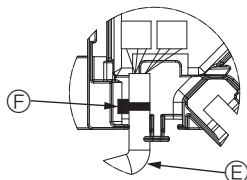

Fig. 10-10
- Montați banda de fixare a cablului motorului vanei panoului în cutia de distribuție, așa cum este indicat în diagramă. (Fig. 10-10)